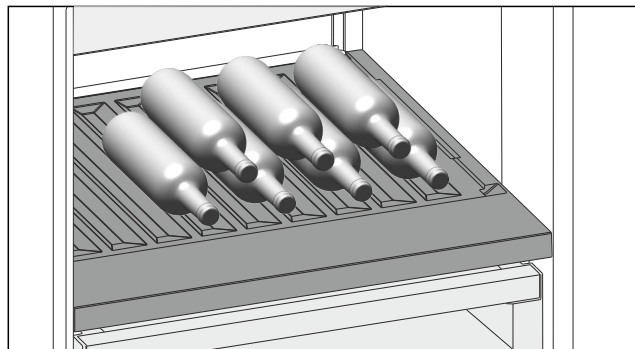

Fig. 143
- ▶ Бутылки укладывают дном к задней стенке. (см. Fig. 143)